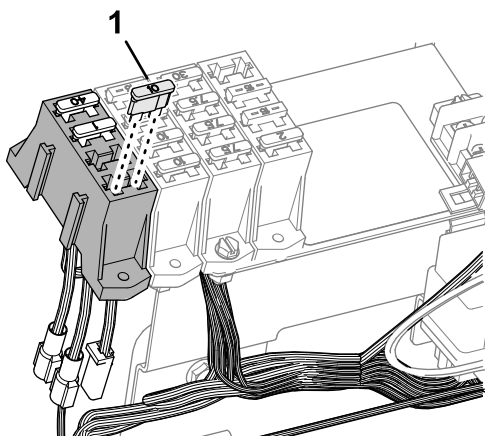

Figure 21
5. Insérez le fusible (10 A) dans l'emplacement du porte-fusibles – connecteur étiqueté OPTIONS POWER (Figure 21).